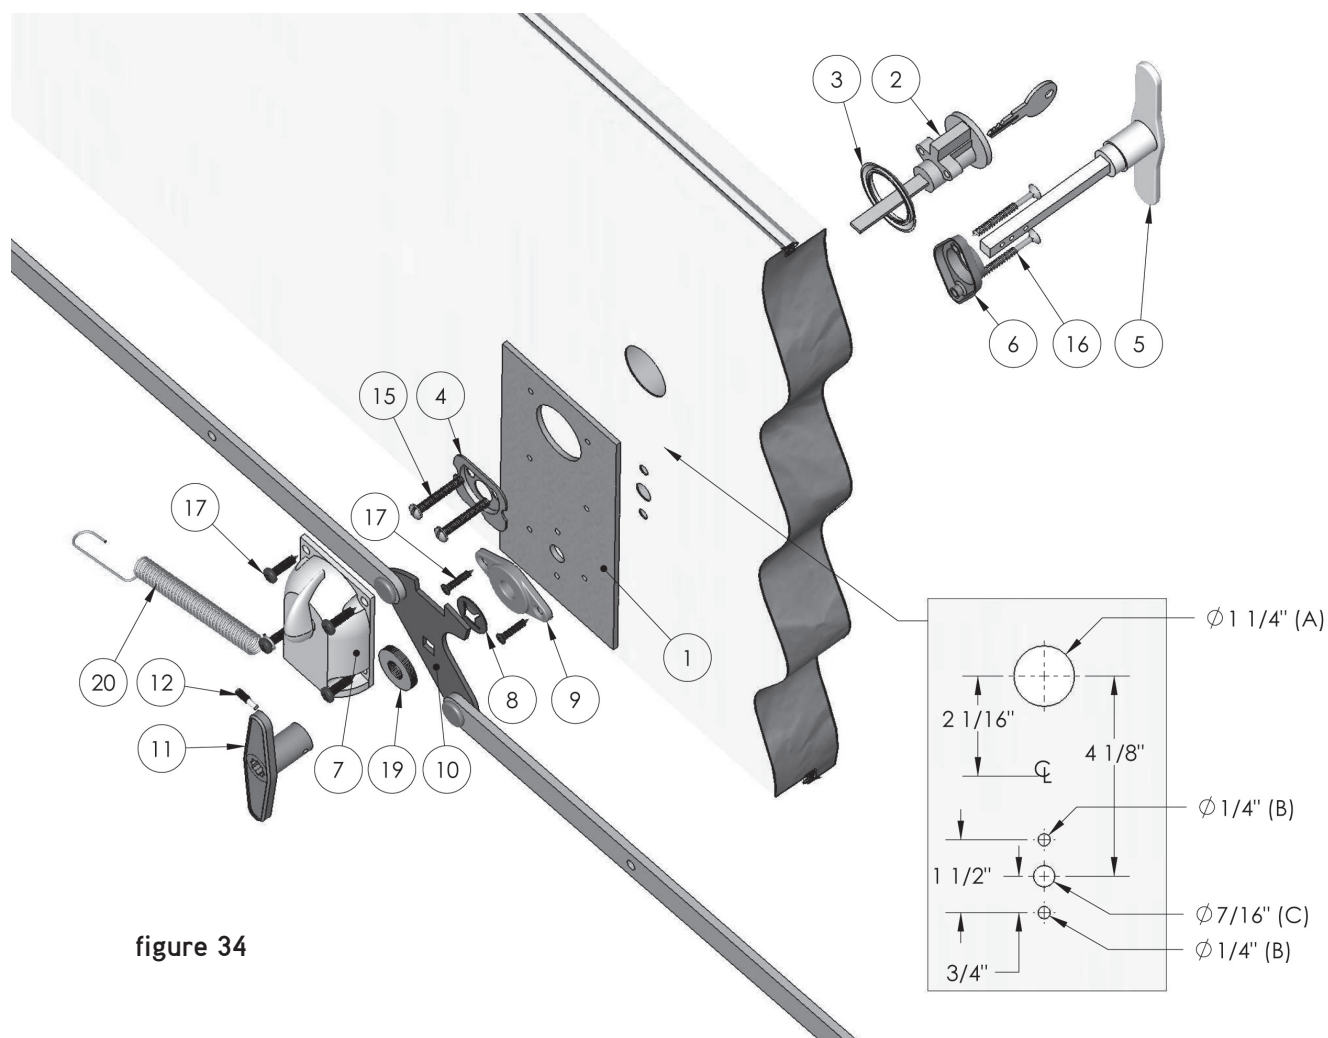

figure 34
2. Mesurez la distance des 4 trous à percer sur le panneau, à l'aide des cotes et du dessin (fig. 34), afin de bien centrer la poignée et la serrure et marquez à l'aide d'un poinçon les quatre trous à percer A (serrure), B (les 2 vis) et C (poignée).
4. Glissez le barillet (2) dans la pièce (3) et insérez dans le trou A (Les dents de la clé doivent pointer vers le haut et le trou de la clé doit être dans le bas du barillet (2));
5. Appuyez la plaque d'acier (1) sur le côté intérieur du panneau;
6. Par le côté intérieur, insérez la pièce (4) dans le trou (A) en positionnant la partie ronde vers le bas;
7. Insérez les vis no 10 de 1 1/2" de longueur (15) dans la pièce (4), alignez-les dans les trous du barillet (2) et vissez (assurez-vous que la plaque est bien alignée);
8. Insérez le verrou intérieure (7) dans la tige du barillet (2) et vissez-le dans la plaque d'acier (1) avec quatre vis de 3/8" de longueur (17) en utilisant un tournevis à tête carrée;
- a. Insérez la vis inférieur gauche dans l'extrémité ronde du ressort (20) avant de la visser;
9. Par le côté intérieur vis-à-vis le trou (C), vissez la plaque (9) dans la plaque d'acier (1) avec deux vis de $\frac{3}{8}$ " de longueur (17) en utilisant un tournevis à tête carrée;
10. Glissez la poignée extérieure (5) dans la pièce (6) et insérez dans le trou (C);